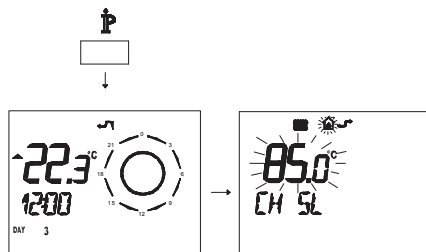

Figura 5.53
- Premere per più di 3 secondi il pulsante **P** per entrare in modalità **INFO** (Figura 5.53).